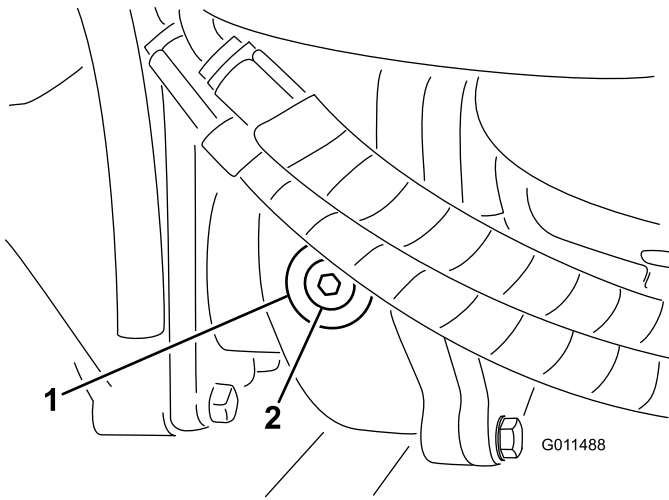

Bild 87
2. Entfernen Sie die Prüf-/Füllschraube an der linken Getriebeseite und stellen sicher, dass das Öl die Unterseite des Lochs erreicht (Bild 87).